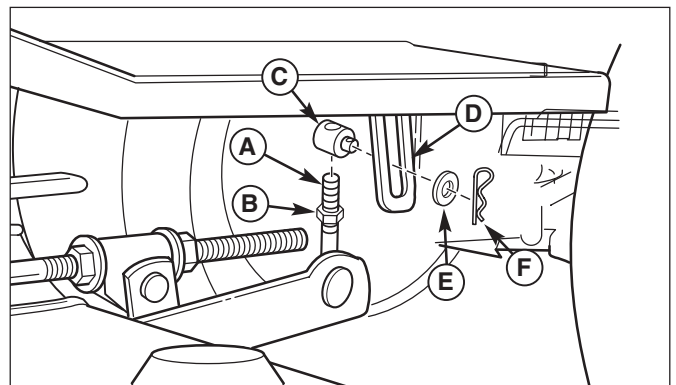

Figure 57. Broadmoor Cutting Height Adjustment
La hauteur de déplacement et la capacité de suivi de terrain sont réglables. Monter le tourillon (C, Figure 57) sur le crochet en J (A) pour régler la tondeuse sur sa plus grande capacité de suivi de terrain et sa position de déplacement la plus basse lorsqu'elle est abaissée. Descendre le tourillon sur le crochet en J pour obtenir la position de déplacement la plus haute et réduire la capacité de suivi de terrain de la tondeuse lorsqu'elle est abaissée.
1. Desserrer le contre-écrou (B, Figure 57).
2. Déposer le goupille (F) et la rondelle (E) du tourillon (C).
3. Déposer le tourillon (C), le crochet en J (A) et le contre-écrou (B) du bras de levage du tracteur (D).
4. Tourner le tourillon (C) vers le haut ou le bas pour régler la hauteur.
5. Placer le tourillon (C), le crochet en J (A) et le contre-écrou (B) sur le bras de levage du tracteur (D). Poser la rondelle (E) et la goupille (F). Serrer le contre-écrou (B).